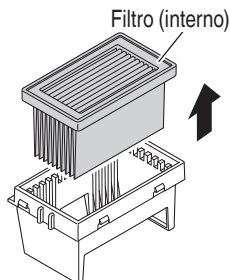

Fig. 25
- (2) Extraiga el filtro del interior y sustitúyalo por uno nuevo. (Fig. 25)